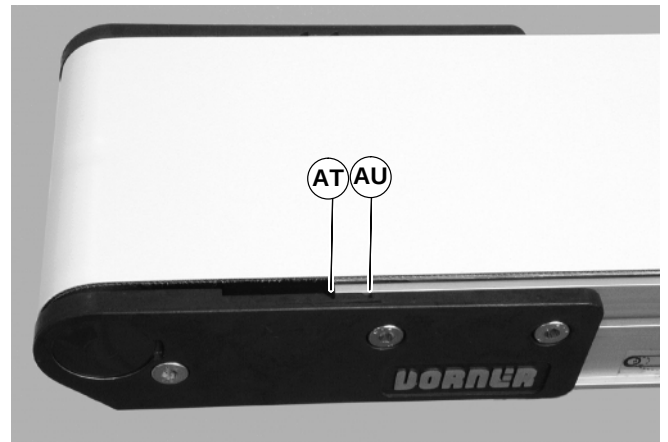

Abbildung 26
2. Die vordere Deckplattengruppe so anpassen, daß das Ende des Förderbandrahmens mit den oder zwischen den Spannmarkierungen der vorderen Deckplatten ausgerichtet ist (AT u. AU siehe Abbildung 26). Den